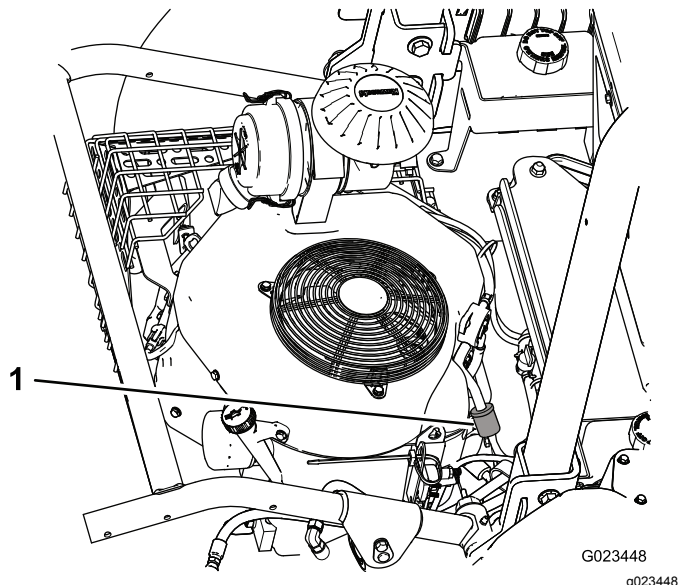
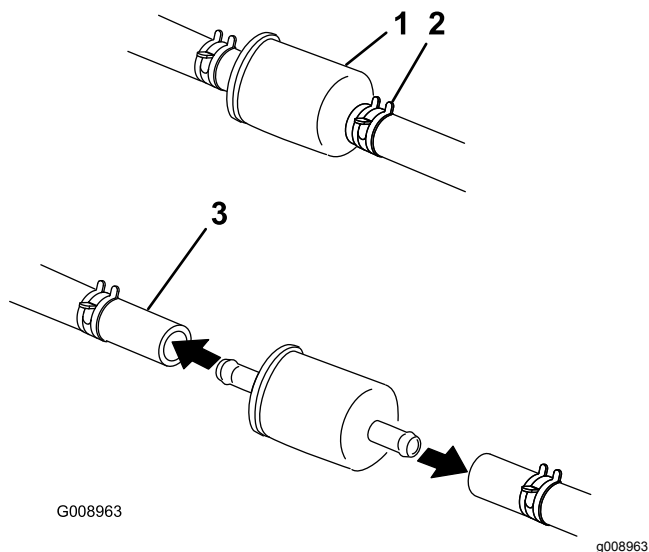

図 47
図 48
2. フィルタのキャブレタ側にあるホースクランプをゆるめ、燃料ラインからフィルタを外す 図 47と図 48。